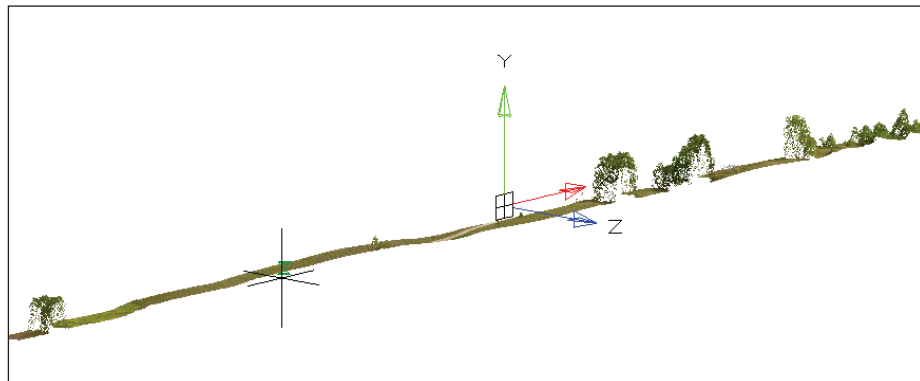

Рис. 6. Сечение, построенное по облаку точек в nanoCAD Plus 7.0
- построение вертикального или горизонтального сечения по облаку точек. Например, с помощью этой функции можно получить сечение здания либо поверхность земли (рис. 6);